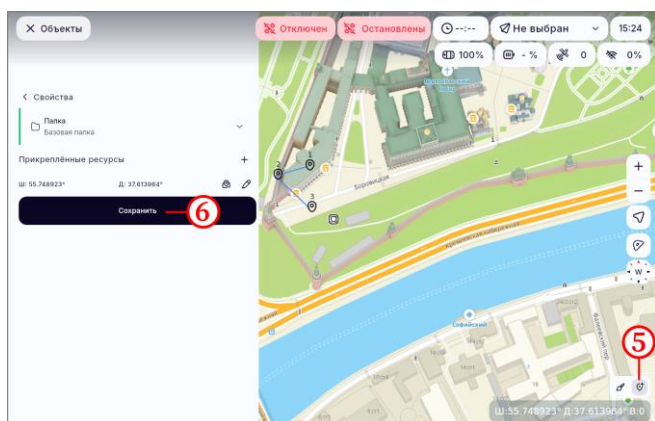

Рисунок 75
- нанести объект по нажатию кнопки + (рисунок 75, шаг 5);
- на форме создания объекта нажать на кнопку «Сохранить» (рисунок 75, шаг 6);